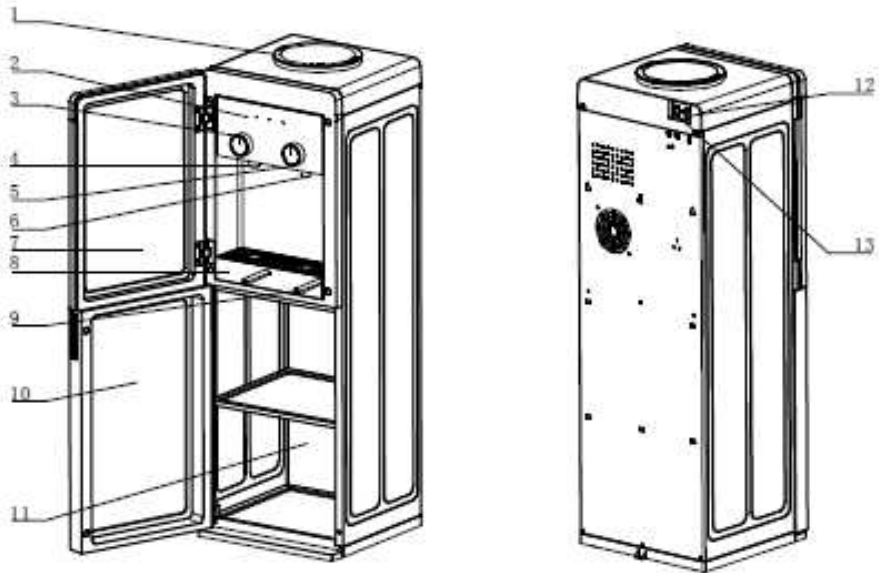

Рисунок 1. Схема аппарата V250CE Gold
4. Остатки воды в системе необходимо слить, открыв пробки отверстий для слива воды, расположенных на передней стенке аппарата (рис.1 — 9), после чего закрыть отверстия.
5. Остатки воды в системе необходимо слить, открыв пробку отверстий для слива воды, расположенную на передней стенке аппарата (рис. 1 — 9).